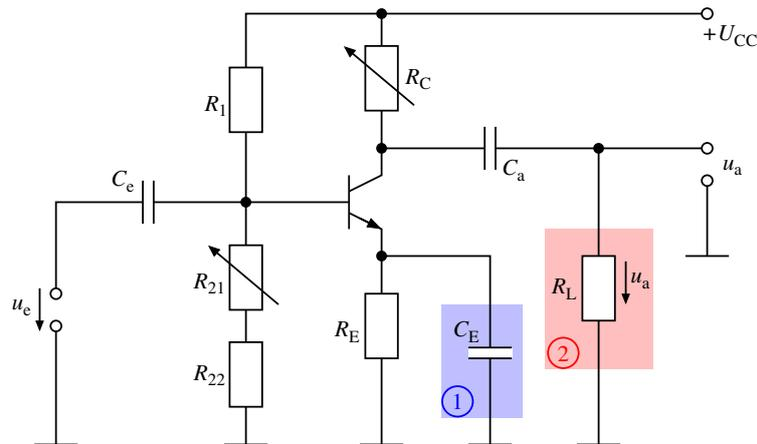

Abbildung 12: Messaufbau:
Bauen Sie die Emitterschaltung nach Abbildung 12 auf, jedoch ohne  $R_L$ , und stellen Sie den Arbeitspunkt ein.
Stellen Sie am Frequenzgenerator eine Frequenz von etwa  $5,5 \text{ kHz}$  ein. Messen Sie mit dem Oszilloskop die Amplituden des Eingangssignals  $\hat{u}_e$  und des Ausgangssignals  $\hat{u}_a$ . Variieren Sie  $R_C$  von  $1 \text{ k}\Omega$  bis zu  $10 \text{ k}\Omega$ . Messen Sie dies für den Aufbau nach Abbildung 12 die folgenden Konfigurationen:
Die Frequenz der Eingangsspannung wird zur Ermittlung von Amplituden und Phasengang der Emitterschaltung variiert. Nehmen Sie dazu die Schaltung nach Abbildung 12 mit  $R_C = 10 \text{ k}\Omega$ . Stellen Sie als Frequenzen Werte zwischen 6 Hz und 250 kHz ein.
2. In welchem Frequenzbereich verhält sich die Schaltung aus der Abbildung 12 als Tiefpass, in welchem als Hochpass?